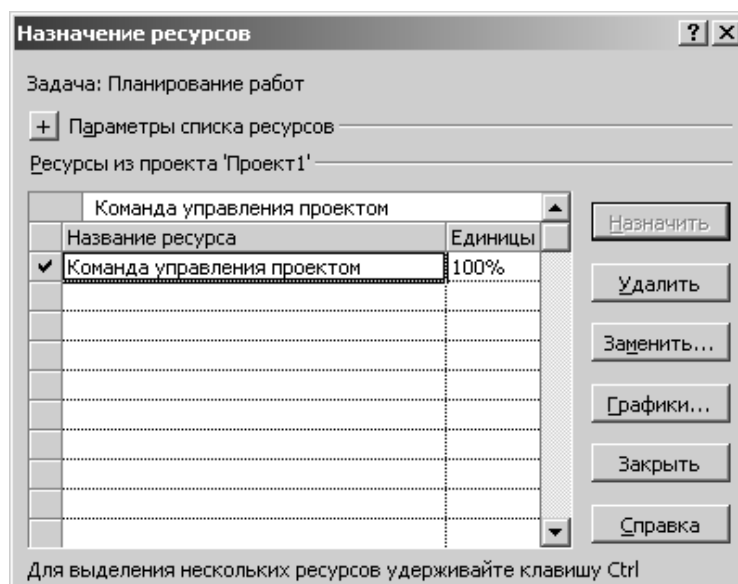

Рис. 5.22 – Назначение ресурсов в Project 2007
2. В Ms Project 2007 простой способ — выбрать в меню *Сервис* опцию *Назначить ресурсы*. Выделить работу, на которую назначаются ресурсы, и манипулировать назначениями, используя кнопки *Назначить*, *Удалить*, *Заменить*. Можно, используя клавиши <Shift> или <Ctrl>, выделить сразу несколько работ, если на них назначены одинаковые ресурсы (рис. 5.22).